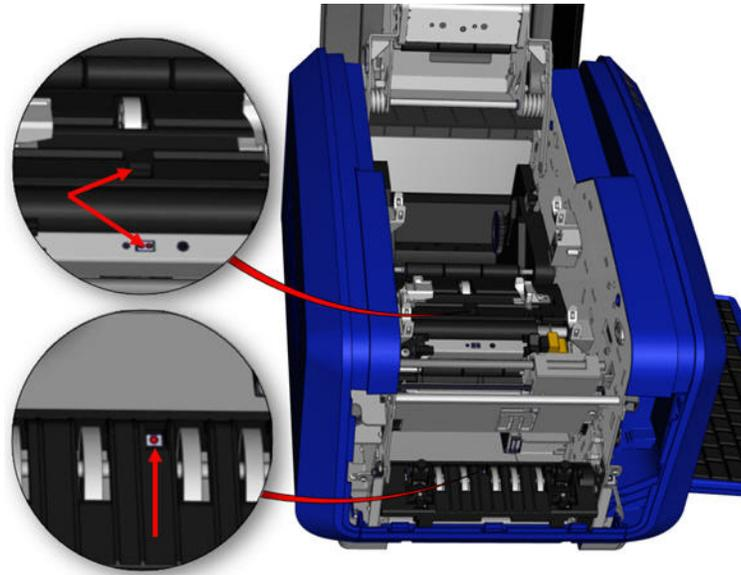

Abbildung 14 • Lage der Sensoren
4. Reinigen Sie die drei weiteren Sensoren (siehe Abbildung 14).